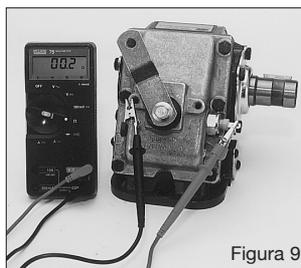

Figura 9
4. Active la TDF. El medidor mostrará la continuidad (Figura 9).